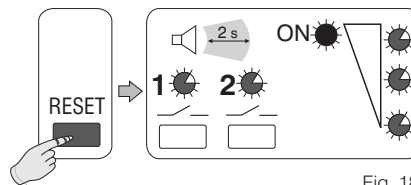

Fig. 18
- Appuyer brièvement sur la **touche "RESET"**: au relâchement toutes les **LED** s'allumeront en simultané avec un **signal sonore**; la **LED ON** reste **allumée fixe** (fig. 18).